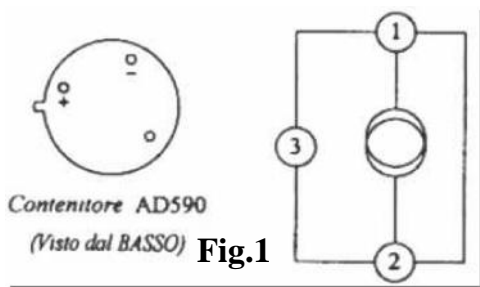

Fig.1
**E' un dispositivo a due terminali e per tensioni di alimentazioni nel range 4 ÷ 30V genera una corrente di 1  $\mu\text{A/K}$  (fig 1).**